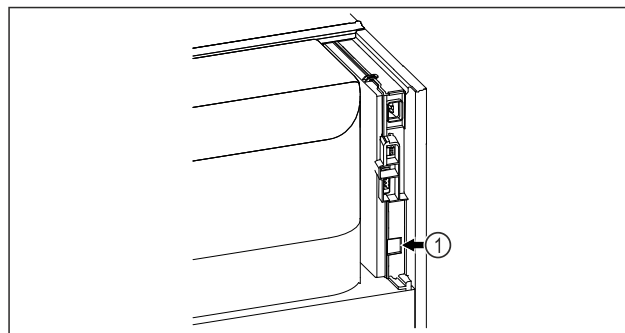

Fig. 59
- Vstavljen je SmartModule Fig. 59 (1).